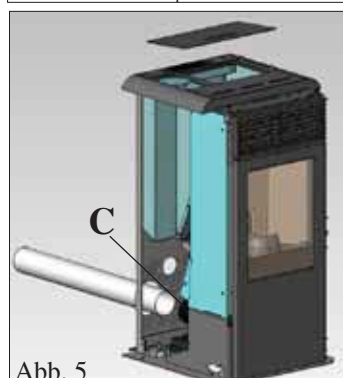

Abb. 5
- Schraube an der Oberseite entfernen (siehe Abb. 5 auf S. 9)
Das (nicht im Lieferumfang enthaltene) Rauchabzugsrohr hinten am Stutzen der Rauchschncke anschließen (C - Abb. 5), dazu die im Lieferumfang enthaltene Montageschelle verwenden. Auf diese Weise das (nicht im Lieferumfang enthaltene) Rohr einfach durch die Öffnung an der Unterseite der Rückwand aus Blech verlegen (Abb. 5).